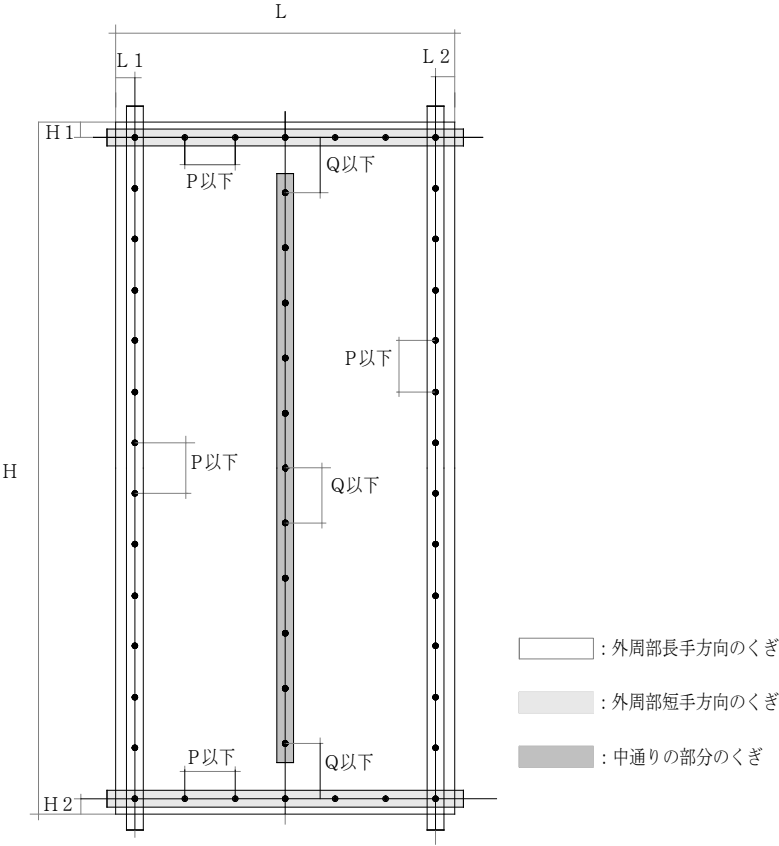

図 5 タイガーEX ハイパーくぎ留め付け本数概略
- ・ 面材の外周部及び中通りの部分における、くぎ本数の算出方法について（図 5 参照）